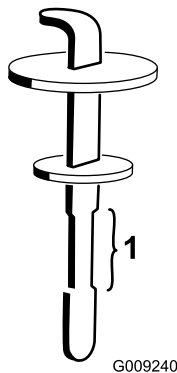

Bild 121
- Entfernen Sie den Peilstab aus dem Füllstutzen und wischen ihn mit einem sauberen Lappen ab. Stecken Sie den Peilstab in den Einfüllstutzen und ziehen ihn dann heraus, um den Ölstand zu prüfen (Bild 121).